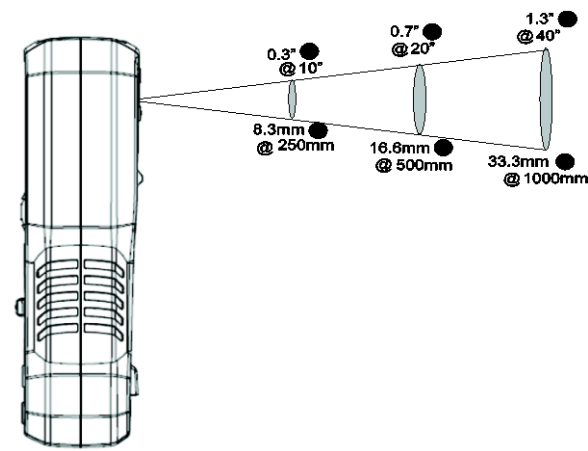

Fig 8-2 Afstand-tot-Punt-Ratio 30:1
6. De Afstand tot Punt ratio voor de warmtebeeldcamera is 30:1 wat betekent dat het te meten punt 30 keer kleiner is dan de afstand van de meter tot het punt (op een afstand van 30", 'ziet' de meter een plek van 1"). **Zie Fig. 8-2.**